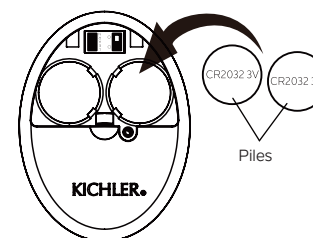

Fig. 28
Étape 2. Pour rendre le ventilateur opérationnel, installez deux piles 3V CR2032 (incluses). Les piles doivent être installées avec le côté positif (+) vers le haut. Remplacez-les par des piles CR2032 si nécessaire. (Fig. 28)